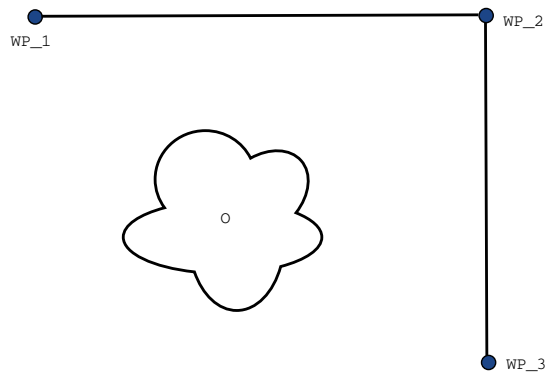

Figura 15.2: WP_1: posição inicial WP_2: ponto do trajeto, WP_3: posição de pegar, O: obstáculo.
Exemplo Considere como exemplo uma aplicação de pegar e colocar (consulte a figura 15.2), em que o robô está atualmente no ponto de rota 1 (WP_1) e precisa pegar um objeto no ponto de rota 3 (WP_3). Para evitar colisões com o objeto e outros obstáculos (0), o robô deve se aproximar WP_3 no sentido proveniente do ponto de rota 2 (WP_2). Desse modo, os três pontos de rota são introduzidos para criar um caminho que satisfaça os requisitos.